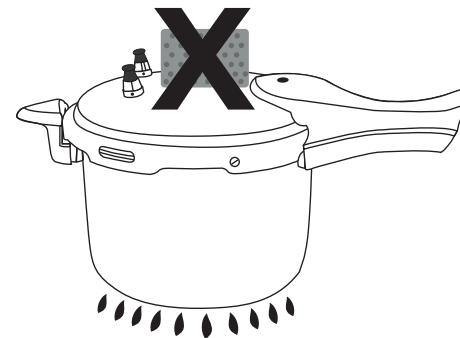

Figura No. 1
26. **NO** cubrir la válvula que controla la presión. (Observe la Figura No. 1)